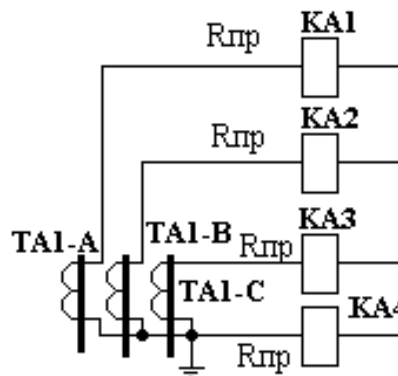

Рис. 5
2. Определить расчётную величину сопротивления внешней нагрузки трансформаторов тока при протекании тока трёхфазного КЗ. Схема соединения трансформаторов тока и реле приведена на рис. 5. Сопротивление провода от трансформаторов тока до релейной панели $R_{пр} = 0,5$ Ом. Сопротивление всех контактов $R_{конт} = 0,1$ Ом. Реле КА1, КА2, КА3 типа РТ-40/50 – уставка на реле $I_{ср} = 30$ А; реле КА4 - тип РТ-40/20, уставка на реле $I_{ср} = 8$ А.